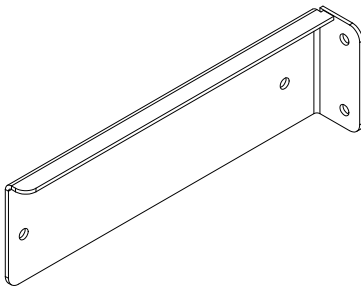
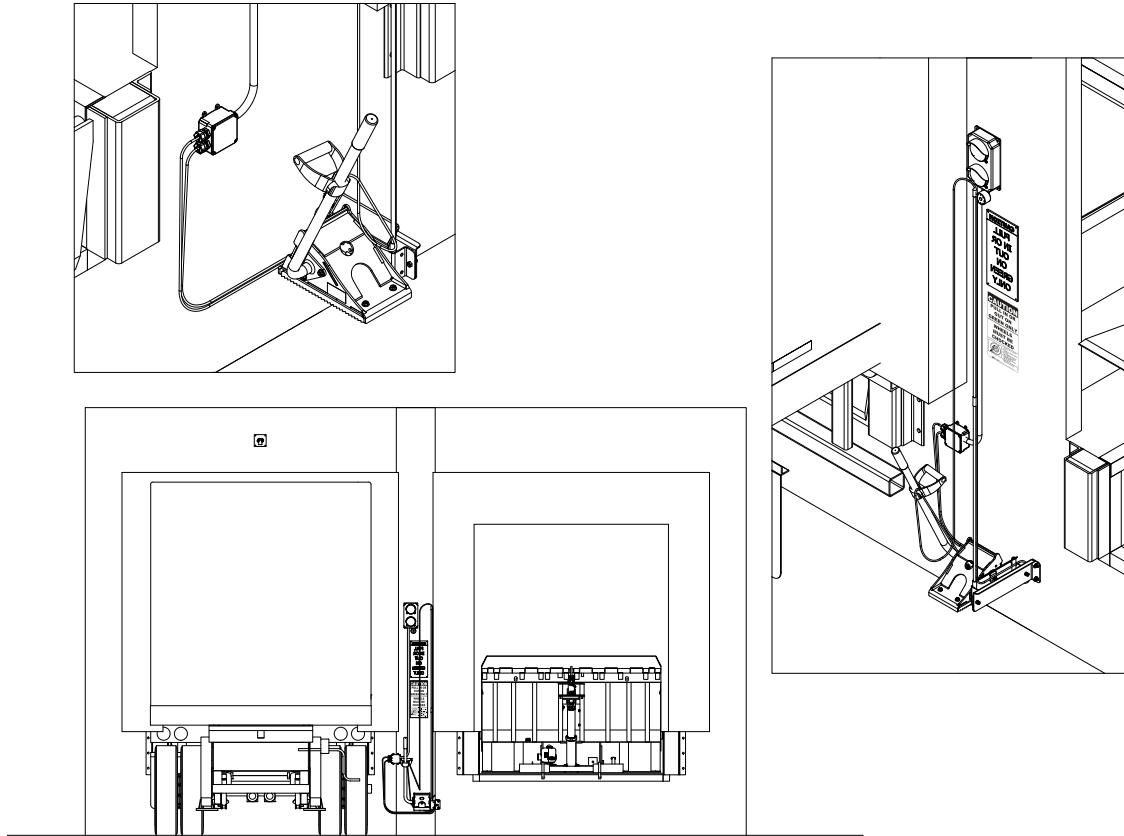

Figura 11
Figura 13
- b. Se requiere un soporte adicional para girar el soporte de almacenamiento en 90 grados cuando la distancia entre las líneas centrales de la puerta sea menor que 365.8 cm (114"). Consulte la Figura 11 y la Figura 13.
- b. Si se montará en el soporte adicional para girar la calza en 90 grados (opcional). Consulte la Figura 11 y la Figura 13.